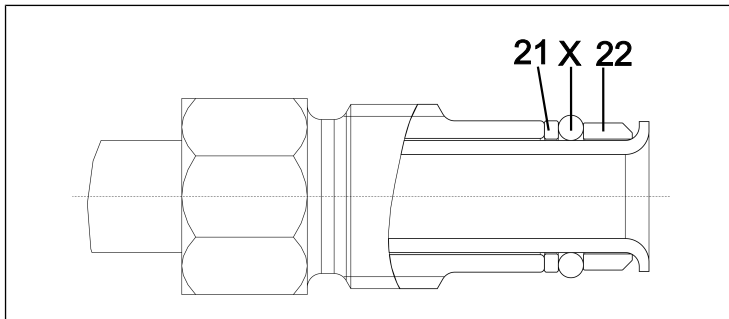

Fig.31: Corretta posizione dell'O-ring
2. Sostituire gli O-ring (16) e (17) sul collegamento tubo flessibile separatore (11).
3. Sostituire l'O-ring (15) sul collegamento tubo flessibile condensatore (12).
i Durante la sostituzione degli O-ring, accertarsi che i nuovi O-ring siano posizionati correttamente (fra bussola (22) e rondella scorrevole (21; vedere Fig. 31;